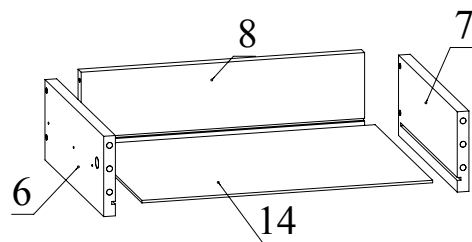

Рис.6
4. Соберите ящики. Для этого соедините детали 6, 7 с деталью 8 с помощью конфирматов. Затем вставьте деталь 14 (ДВП) в пазы деталей 6, 7, 8. Установите фасады ящиков 13 на детали 6, 7 и зафиксируйте, повернув конфирматным ключом головки минификсов по часовой стрелке до упора (Рис. 6).